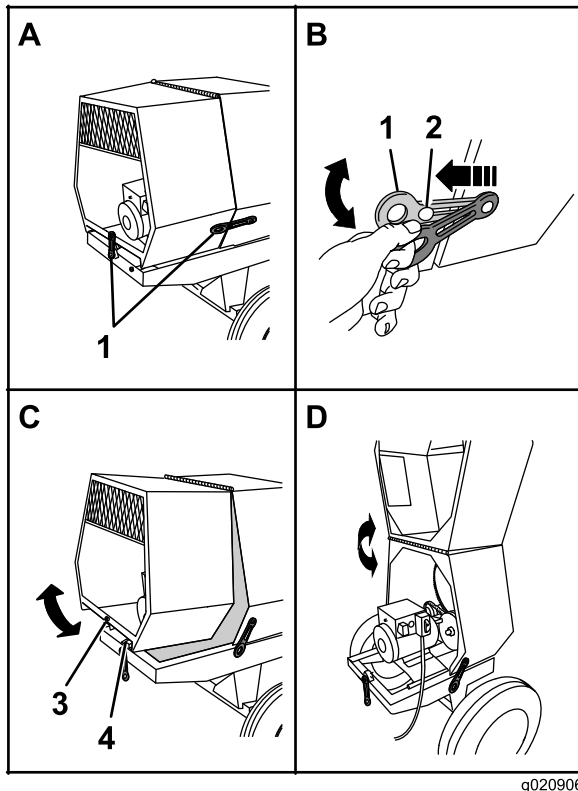

Figura 24
1. En el lado de la máquina, en la unión entre la cubierta delantera y la trasera, agarre el cierre y desengánchelo del anclaje de la cubierta trasera (Figura 24).
3. En la parte trasera de la máquina donde la cubierta trasera se une al bastidor de la máquina, agarre el cierre y desengánchelo del anclaje de la cubierta (Figura 24).
4. Gire la cubierta trasera hacia arriba y hacia adelante hasta que quede colocada sobre la cubierta delantera (Figura 24).
1. Gire la cubierta trasera hacia atrás y hacia abajo hasta que el alojamiento situado en el centro del borde inferior esté alineado con el perfil en V y enrasado con el bastidor de la máquina (Figura 24).
4. Repita el paso 3 en el otro lado de la máquina (Figura 24).